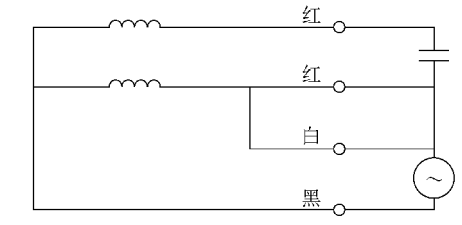

图 10-11 室外机电动机接线及颜色定义
(7) 新科空调室外机电动机接线及颜色如图 10-11 所示。